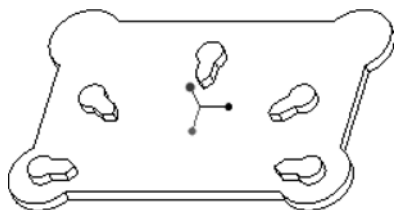

图 5-69 完成效果
- 8 在“阵列”选项卡中单击“完成”按钮，完成点阵列操作，完成的结果如图 5-69 所示。